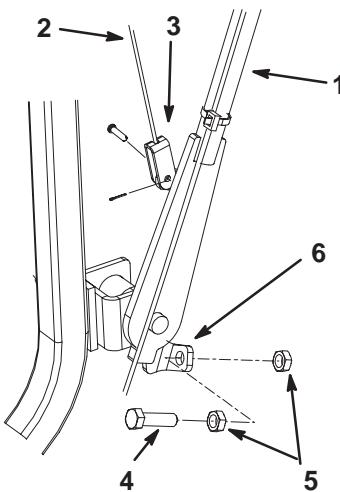

Bild 19
1. Schieben Sie den Entleerhebel des Heckfangsystems nach hinten, um im Heckfangsystemkabel mehr Spiel zu haben (Bild 19).
2. Entfernen Sie den Splint und den Lastösenbolzen, mit dem der Bolzen des Heckfangsystemkabels am Entleerhebel des Heckfangsystems befestigt ist (Bild 19).
3. Drehen Sie eine Sicherungsmutter (1/2 Zoll) ganz in die Schraube (1/2 x 1–3/4 Zoll) ein (Bild 19).
4. Schieben Sie den Entleerhebel des Heckfangsystems nach vorne, um das untere Ende des Hebeleinsatzes von der Anschlagshalterung zu bewegen (Bild 19).